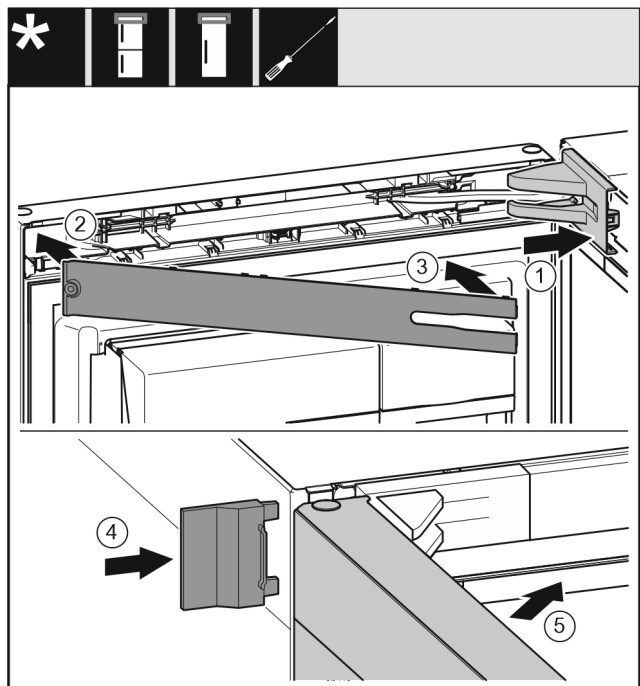

Fig. 49
- ▶ Lagerbockabdeckung aufsetzen und einrasten, ggf. vorsichtig auseinanderdrücken. *Fig. 49 (1)*
- ▶ Blende aufsetzen. *Fig. 49 (2)*
- ▶ Blende einschwenken und einrasten. *Fig. 49 (3)*
- ▶ Äußere Abdeckung aufschieben. *Fig. 49 (4)*
- ▶ Obere Tür schließen. *Fig. 49 (5)*